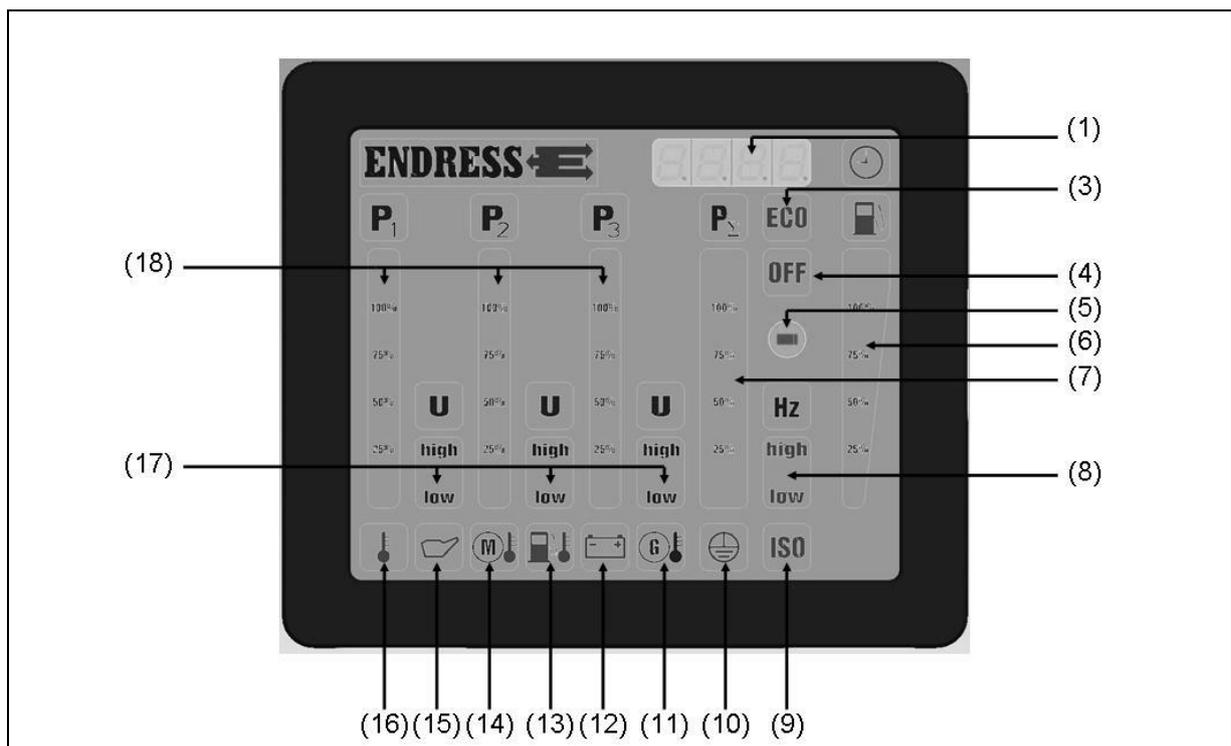

Abb. 5-5: Multifunktionsdisplay
Betriebsstunden: Anzeige (siehe Abb. 5-5-(1)) ist bei laufendem Gerät oder für 3 Sekunden aktiv, wenn START-STOP-Schalter in Pos. „Betrieb“ steht.
Umgebungstemperatur: (siehe Abb. 5-5-(16)) nicht aktiv.
- Öldruck:** Leuchtet die Anzeige (*siehe Abb. 5-5-(15)*) bei laufendem Gerät rot, ist der Öldruck zu gering und das Gerät schaltet automatisch ab.
- Motortemperatur:** (*siehe Abb. 5-5-(14) nicht aktiv*).
- Kraftstofftemperatur:** (*siehe Abb. 5-5-(13) nicht aktiv*).
- Batterieladekontrolle:** Leuchtet die Anzeige (*siehe Abb. 5-5-(12)*) rot ist die Ladefunktion der Lichtmaschine ausgefallen.
- Isolationsüberwachung:** Leuchtet die Anzeige (*siehe Abb. 5-5-(9)*) gelb oder rot, so liegt ein Isolationsfehler vor.
- Schutzleiterprüfung:** Leuchtet die Anzeige (*siehe Abb. 5-5-(10)*) während der Schutzleiterprüfung grün so sind die Schutzleiter der angeschlossenen Geräte in Ordnung. Ist die Schutzleiterfunktion nicht gewährt, bleibt die Anzeige aus.
- Frequenz:** Leuchtet die Anzeige (*siehe Abb. 5-5-(8)*) grün, befindet sich die Frequenz im korrekten Bereich (47,5-52,5 Hz).
- Phasen L1-L2-L3:** Für einzelnen Phasen L1 bis L3 (*siehe Abb. 5-5-(18)*) wird jeweils einzeln angezeigt:
- Spannung (U) (*siehe Abb. 5-5-(17)*):
- Belastung (P) (*siehe Abb. 5-5-(18)*):